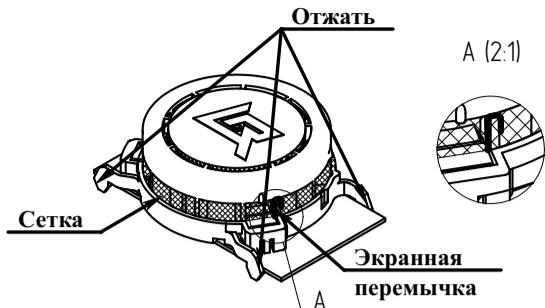

Рисунок 2
- б) разогнать экранную перемычку (рисунок 2) и отсоединить ее от сетки;